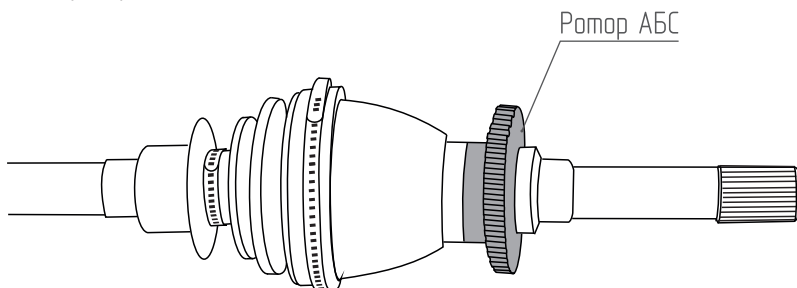

Рис. 5
4. Установите на привод [1], ротор АБС [5] как показано на рисунке (рис. 5). Убедитесь, что ротор АБС сидит плотно и не вращается на ШРУСе. При необходимости используйте фиксатор цилиндрических соединений или керните место посадки ротора.